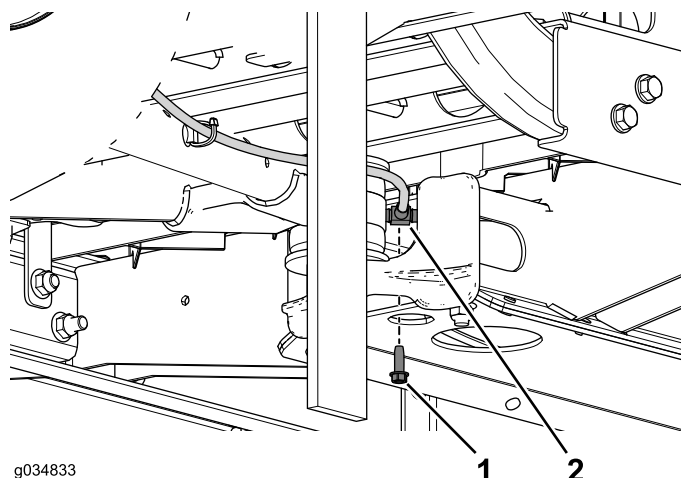

图18
5. 卸下将制动管路三通接头固定到中央通道的自攻螺丝图18。